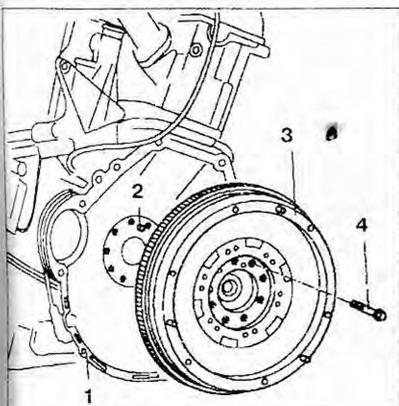

Рис. 2.51. Маховик:
4. Открутите болты **4** (рис. 2.51).